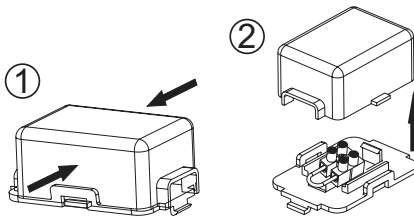

Abb.3.1: Anschluss
Auf der Motorbox ist in einer kleinen schwarzen Box (Abb.M5) eine Lüsterklemme mit eingesetzter Kabelbrücke installiert (⇔ Abb. 3.1). Öffnen Sie die Box indem Sie den Deckel an den langen Seiten zusammendrücken ① und abnehmen ②.